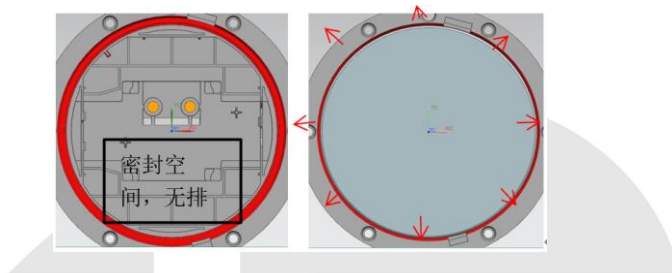

图5.4
5) 两产品密封扣合时，内部需增加工艺排气孔，组装时容腔内不是密封空间，防止压合时气体从胶粘剂处挤出，产生气泡（密封空间高温时，内部易膨胀），如图5.4；